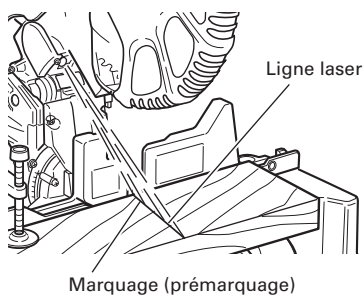

Fig. 20
- (3) Après avoir réglé la position de la ligne laser, tracer à l'encre une ligne à angle droit sur la pièce et aligner la ligne tracée à l'encre et la ligne laser. Pour aligner la ligne tracée à l'encre, faire glisser la pièce petit à petit et la maintenir dans un étau à l'endroit où la ligne laser chevauche la ligne tracée à l'encre. Effectuer un autre rainurage et vérifier la position de la ligne laser. Pour changer la position de la ligne laser, effectuer à nouveau les réglages prévus aux opérations (1) à (3).
**REMARQUE:** Vérifier et s'assurer périodiquement que la position de la ligne laser est convenable. Pour effectuer la vérification, tracer à l'encre une ligne perpendiculaire sur la pièce de 1-1/2" (38mm) de hauteur et de 3-1/2" (89mm) de largeur et s'assurer que que la ligne laser est alignée sur la ligne tracée à l'encre. [L'écart entre la ligne tracée à l'encre et la ligne laser doit être inférieure à l'épaisseur de la ligne tracée à l'encre (0.5mm)]. (Fig. 20)